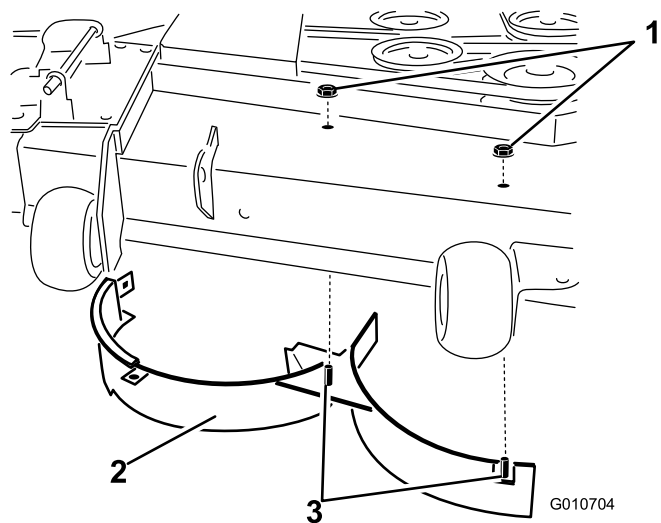

Figura 36
12. Remova o parafuso de carroçaria e a porca de bloqueio que prendem o abafador direito na parte superior da plataforma do cortador e retire o abafador direito da plataforma do cortador (Figura 36).
11. Remova as 2 porcas de bloqueio (5/16 pol.) presas aos postes soldados do abafador direito, na parte superior da plataforma do cortador, nas posições central e direita (Figura 36).